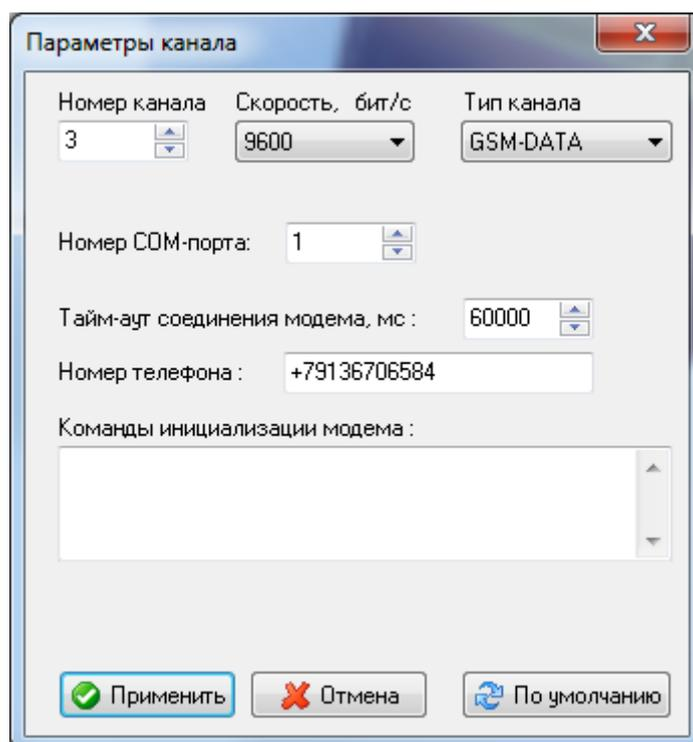

Рисунок 3.5
3.3.1.8 Для каналов типа *GSM-DATA* и *Модем* в окне *Параметры канала* (рисунок 3.5) необходимо задать номер COM-порта, скорость обмена по COM-порту с модемом, номер телефона модема счетчика, тайм-аут соединения с модемом счетчика и команды инициализации модема.